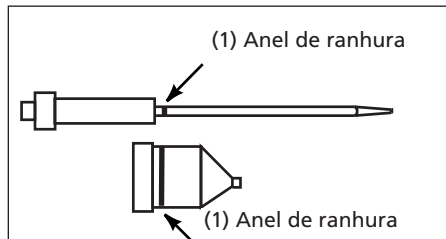

Figura 2 - Kit de agulha e bocal para material fino
2. A agulha e o bocal de material fino têm um único anel ranhurado como mostrado na Figura 2.
6. Instale a montagem de agulha/bocal apropriada selecionada para o material a ser pulverizado (Figura 2, 3 e 4).